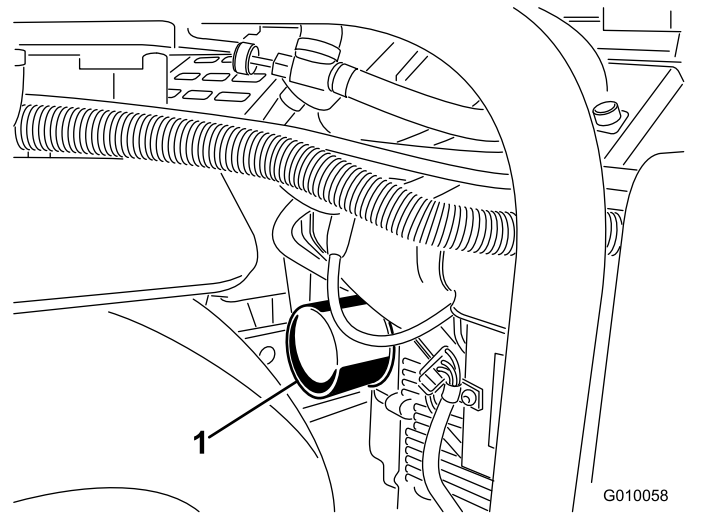
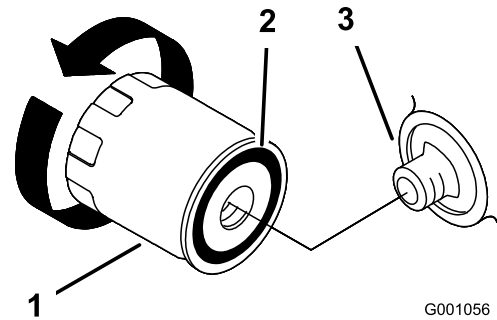

图 46
图 47
5. 在滤清器下面放一个浅盘或抹布接住机油图 46。
6. 拆下旧滤芯图 46和图 47并擦拭滤芯安装座垫片的表面。